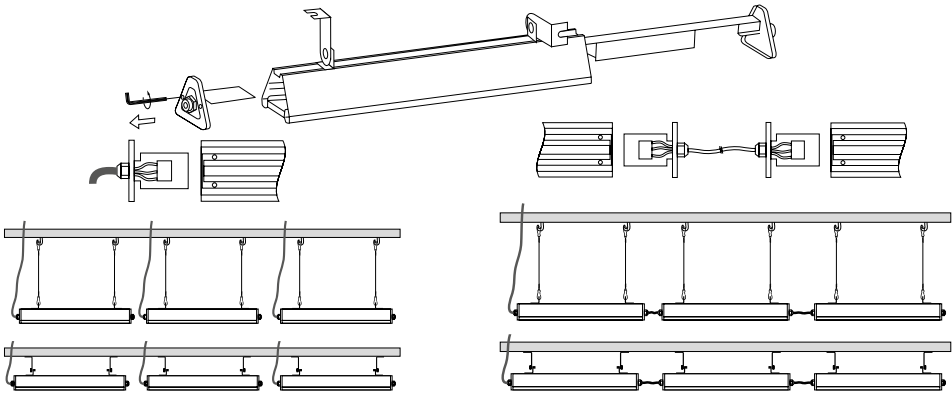

Рис. 4. Способы подключения светильников
- 3.9. Проденьте провод питания сети AC 230 В и управления через гермоввод и подключите кабель к клеммной колодке одним из способов, показанных на рис. 4., строго соблюдая маркировку (коричневый, L — «фаза»; синий, N — «ноль»; желто-зеленый, PE — «заземление»)